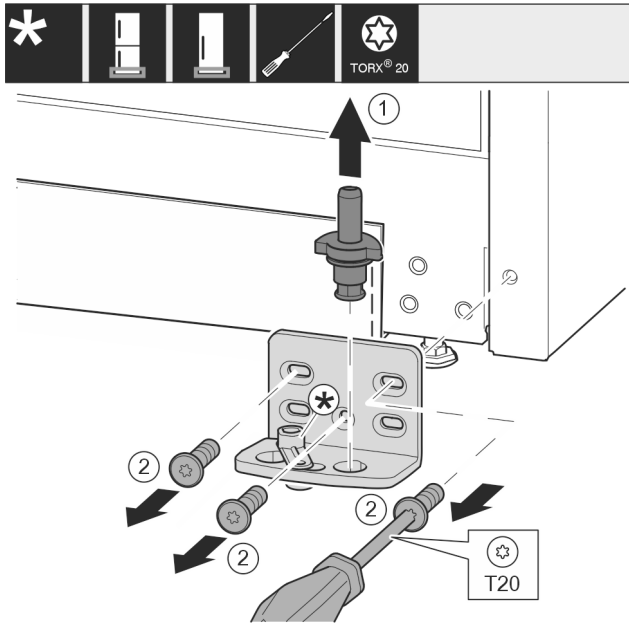

Fig. 10
- ▶ Visiškai ištraukite atraminius varžtus į viršų. *Fig. 10 (1)*
- ▶ Išsukite varžtus atsuktuvu T20 ir nuimkite atraminę gembę. *Fig. 10 (2)*